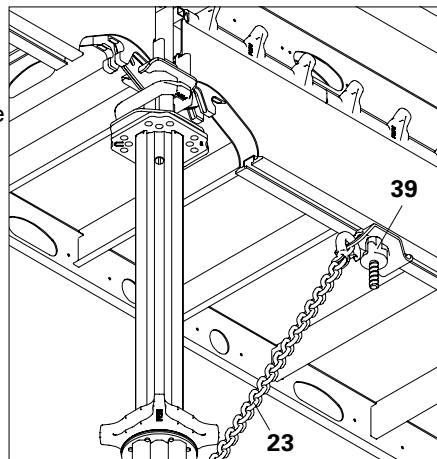

Fig. A7.03
- Dans le sens longitudinal, attacher la chaîne de coffrage (23) à l'éclisse de contreventement SAO (39). (Fig. A7.03)